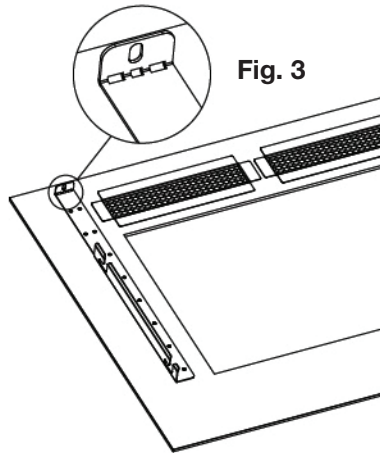

Fig. 3
- Pliez l'onglets plat (**Fig. 3, page suivante**).